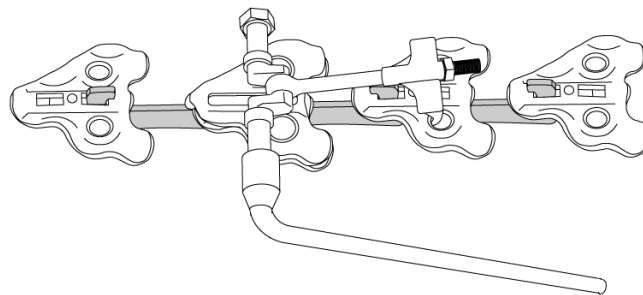

Fig. 6
Posez la clé (E) sur l'étau (D) (Fig. 6).